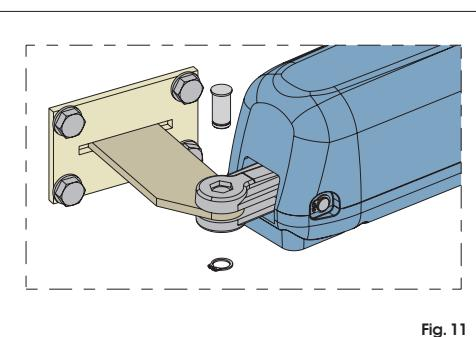

Fig. 11
- 8) Fije el operador a la brida posterior por medio de los pernos suministrados en dotación, tal y como se indica en la Fig.11.